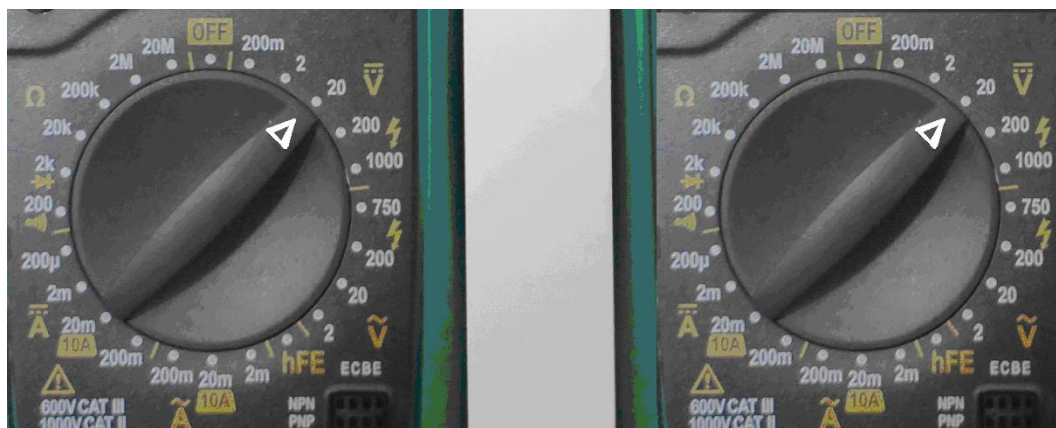

Рис. 13. Вид модуля **МУЛЬТИМЕТРЫ** перед началом работы
4. На модуле **МУЛЬТИМЕТРЫ** установить переключатели режима измерения мультиметров в положение измерения напряжения в диапазоне 20 В (рис. 13).